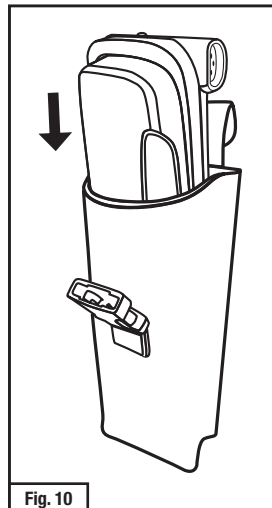

Fig. 10
- Si on choisit de porter l'étui sur le côté **gauche** de la ceinture, faire glisser l'adaptateur de pile TR-659 doté du bloc-piles dans l'étui de grand rendement TR-656 en s'assurant que le côté de l'adaptateur face à la boucle de ceinture (arrière) de l'étui (Fig. 10).